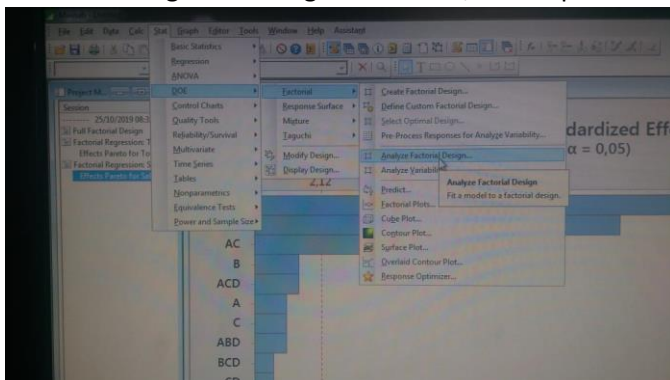

Figura 7 – Path para selecionar Analisar Projeto Fatorial – Analyse Factorial Design.
- 7- Ao clicar “OK” e voltar a planilha de dados, inserir os resultados dos ensaios nas colunas seguintes já pré preenchidos. No nosso caso foram os resultados relativos a “Sabor” e a “Torrero”. Uma vez lançados os dados na planilha vamos pedir para o programa analisar selecionando o “Analyse Factorial Design...”. Na Figura 7 abaixo, o Path para Analisar o Projeto Fatorial.